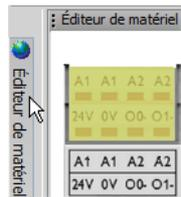

Figure 5-7 Ouverture de l'éditeur de matériel avec fonction de masquage automatique activée
1. Affichez l'éditeur de matériel (menu « Affichage », commande « Éditeur de matériel »), ainsi que la boîte à outils (menu « Affichage », commande « Boîte à outils »). Si la fonction de masquage automatique est activée, placez le pointeur de la souris sur la fenêtre minimisée, comme indiqué dans la Figure 5-7 de l'éditeur de matériel.
1. Affichez la boîte à outils (menu « Affichage, Boîte à outils »). Si la fonction de masquage automatique est activée, placez le pointeur de la souris sur la fenêtre minimisée, comme indiqué dans la Figure 5-7 de l'éditeur de matériel.